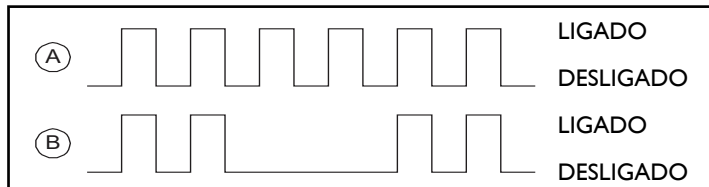

Figura 45
- Se a proteção contra congelamento da unidade interna estiver ativo, o LED Verde irá piscar com um sinal (intermitente) conforme (A) na figura 45.
- Se existir uma falha na refrigeração, o LED Verde irá piscar com um sinal (pausado) conforme (B) na figura 45.
- Se o sensor (ambiente ou de congelamento da unidade interna) falhar devido a um curto circuito (ou circuito aberto), o Timer irá piscar com um sinal (intermitente) conforme (A) na figura 45.
- Se a proteção contra sobrecarga no compressor, em modo aquecimento, estiver ativada, o LED Amarelo irá piscar com um sinal (intermitente) conforme (A) na figura 45.